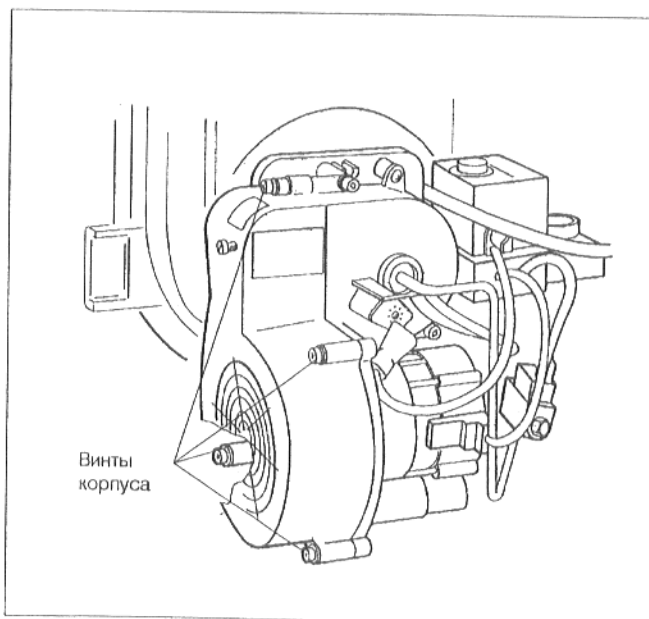
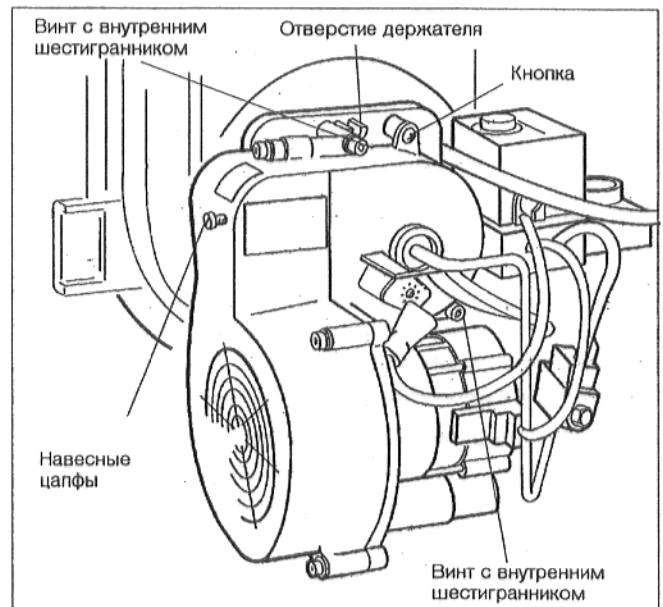

Рис. 8
Рис. 10
- Ослабить четыре винта корпуса (рис. 8). После этого можно снять влево левую половину корпуса.
- Ослабить 2 винта корпуса (рис. 8) посредством шестигранного ключа размером 5 мм. Придерживая горелку, нажать на кнопку (рис. 10).
- Снять горелку, повернуть вправо на 90° и вставить навесными цапфами в крепежное отверстие фланца горелки (позиция технического обслуживания, рис. 10а).
Рис. 10а. Горелка в положении технического обслуживания